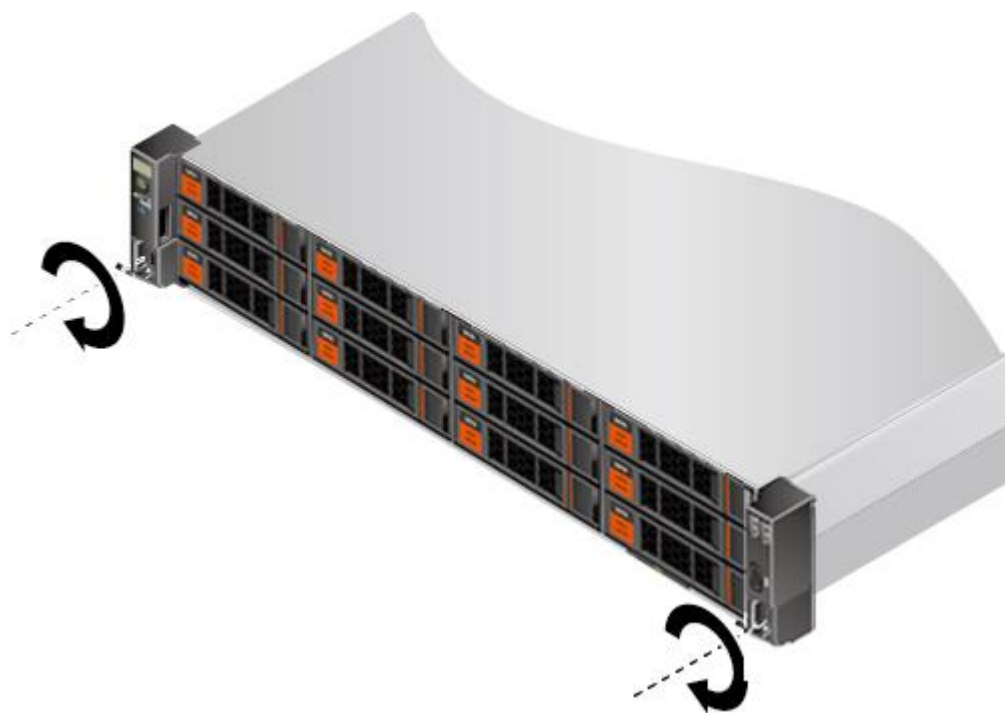

图 4-12 固定服务器
- 4) (可选) 按顺时针方向拧紧挂耳上的松不脱螺钉，固定服务器，如图 4-12 所示。